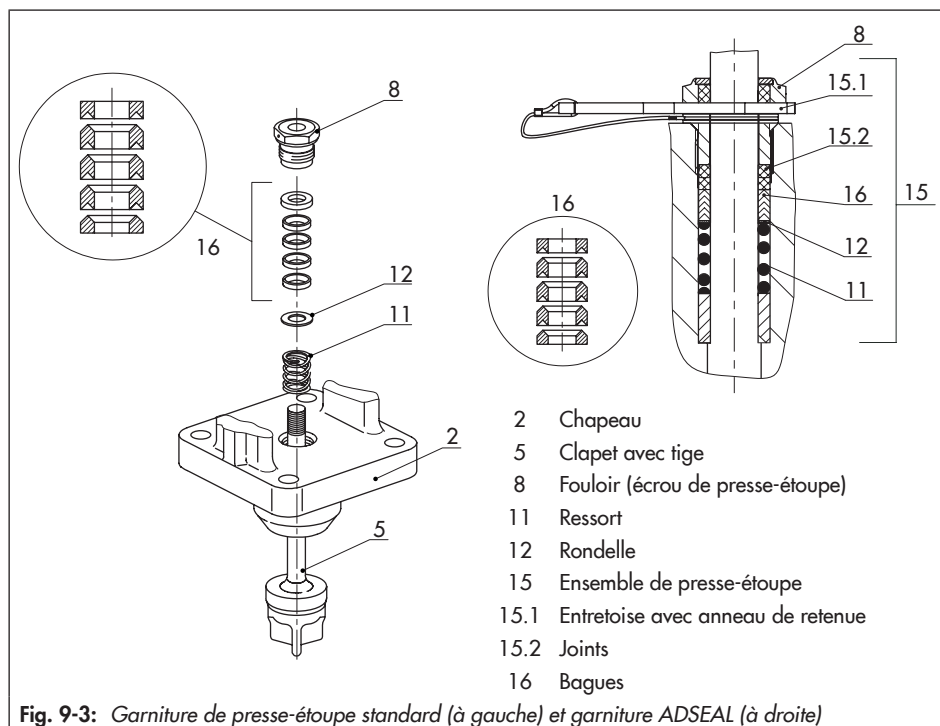

Fig. 9-3: Garniture de presse-étoupe standard (à gauche) et garniture ADSEAL (à droite)
11. Insérer avec précaution les pièces du presse-étoupe dans leur logement à l'aide d'un outil approprié en les faisant passer par-dessus la tige de clapet. Veiller à les remonter dans le bon ordre, cf. Fig. 9-3.
12. Enfoncer le clapet (5) dans le siège (4). Fixer alors la bride (2) à l'aide des écrous de corps (14). Serrer progressivement les écrous de corps en diagonale. Respecter les couples de serrage prescrits.
13. Visser le fouloir (8) jusqu'en butée. Respecter les couples de serrage prescrits.
14. Visser légèrement le contre-écrou (10) et l'écrou d'accouplement (9) sur la tige de clapet.
4. Insérer l'entretoise rouge (15.1) entre le fouloir (8) et l'anneau de retenue, cf. Fig. 9-3.
9. Insérer avec précaution les pièces du presse-étoupe dans son logement à l'aide d'un outil approprié en les faisant passer par-dessus l'extension de tige de clapet. Veiller à les remonter dans le bon ordre, cf. Fig. 9-3.
10. Fixer le chapeau de vanne à l'aide des vis (32) et écrous (33). Respecter les couples de serrage prescrits.
11. Visser le fouloir (8) jusqu'en butée. Respecter les couples de serrage prescrits.
12. Visser légèrement le contre-écrou (10) et l'écrou d'accouplement (9) sur la tige de clapet.
14. Insérer avec précaution les pièces du presse-étoupe dans leur logement à l'aide d'un outil approprié en les faisant passer par-dessus la tige de clapet. Veiller à les remonter dans le bon ordre, cf. Fig. 9-3.
15. Enfoncer le clapet (5) dans le siège (4). Fixer alors la bride (2) à l'aide des écrous de corps (14). Serrer progressivement les écrous de corps en diagonale. Respecter les couples de serrage prescrits.
16. Visser le fouloir (8) jusqu'en butée. Respecter les couples de serrage prescrits.
17. Visser légèrement le contre-écrou (10) et l'écrou d'accouplement (9) sur la tige de clapet.